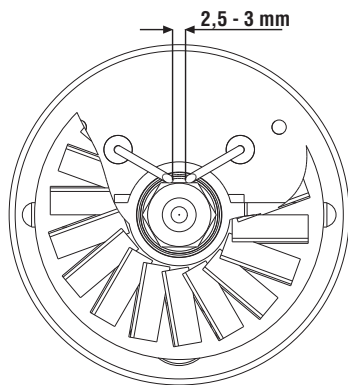

Fig.2
- Démonter le brûleur et en nettoyer les différentes parties, nettoyer les électrodes et régler leur distance en respectant les données Fig.2.